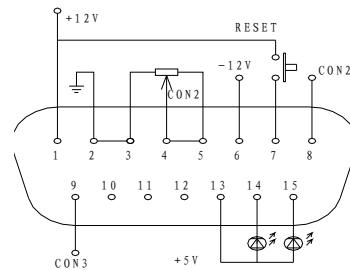

图13
(3) 带过热、过流、缺相保护的模块各脚号与引线颜色及功能对应接线关系见表6和图13。此类模块均采用15芯接插件。